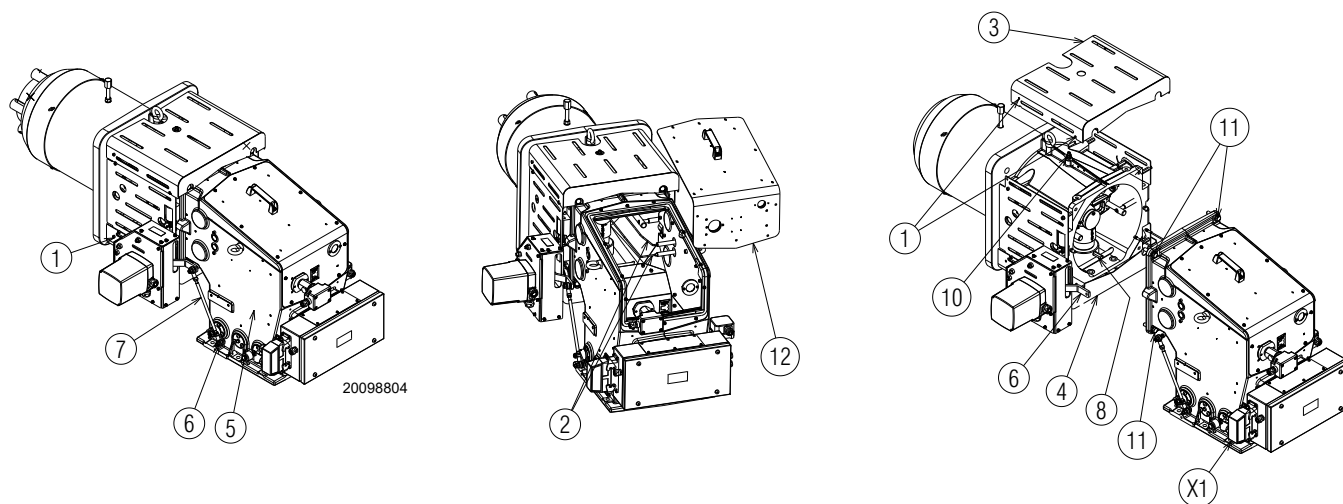

图 16
- 拧下锁紧螺母 6)(图 16) 同时松开拉杆 7-8)。
- 断开燃烧器的送气装置 5)，如图 16 所示。